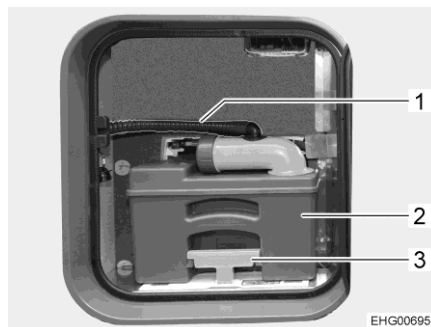

Bild 112 Fäkalientank (im Fahrzeug)
- Schlauch (Bild 112,1) des Entlüftungssystems abziehen.
- Haltebügel (Bild 112,3) nach oben ziehen und Fäkalientank (Bild 112,2) herausziehen.